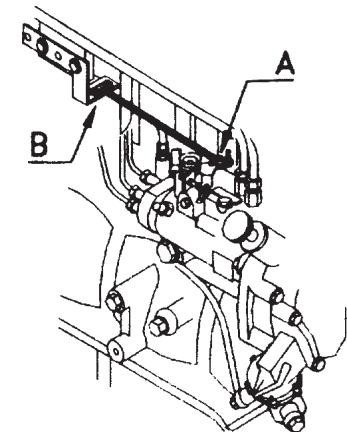

Рис. 6.1
Подсоедините трос к шарниру на рычаге газа (A) и закрепите его зажимом (B). Отрегулируйте длину троса таким образом, чтобы дроссельная заслонка не открывалась до тех пор, пока шестерня реверс-редуктора не войдет в зацепление (рис. 6.1).